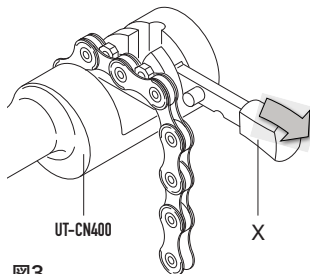

図3
- 工具 **UT-CN400** のレバーを開いた状態にします (X - 図3)
- 切断するリンクを、インナー・リンクが端になるように、工具 **UT-CN400** (図3) にセットします: